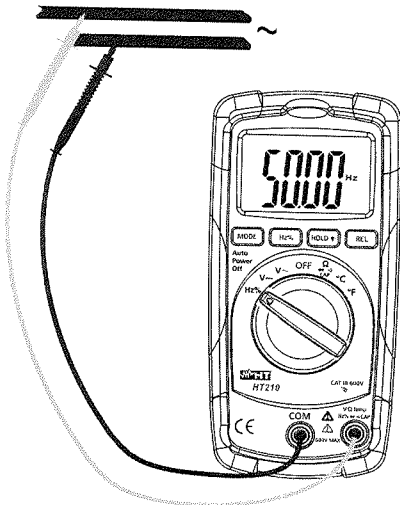

Abb. 6: Frequenzmessung & Tastverhältnis
2. Verbinden Sie die Messleitungen wie folgt: die rote Messleitung in die Buchse **VΩTempHz%CAP→** und die schwarze Messleitung in die **COM** Buchse (s. Abb. 6)